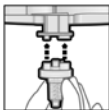

Fig. 2
2. Ta fliken mellom tommelfinger og pekefinger mens du holder sylinderampullen forsvarlig fast med den andre hånden, og fjern beskyttelseshetten helt fra sylinderampullen (fig. 2)
3. Sett en av de vedlagte Dynamix Mixing Tips over utgangsåpningene på sylinderampullen (fig. 2)